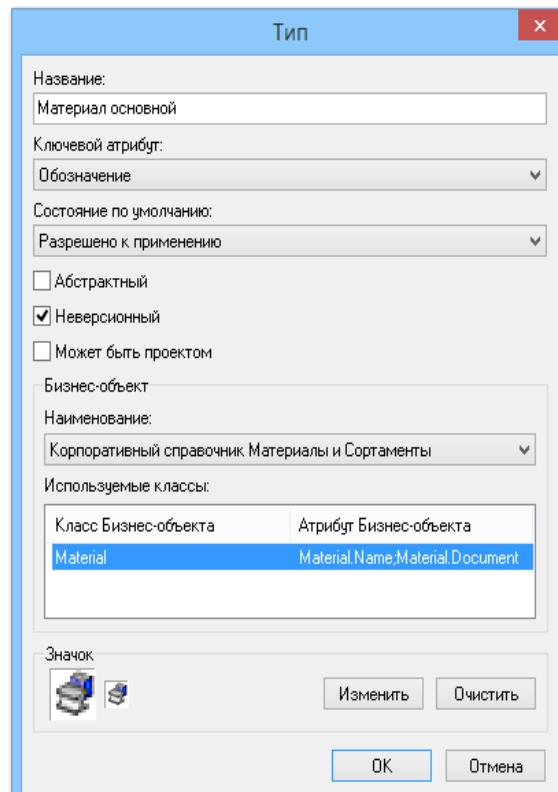

Рисунок 298. Пример ввода параметров
7.3 В диалоговом окне «Тип» (рис. 298) нажать кнопку **OK**.